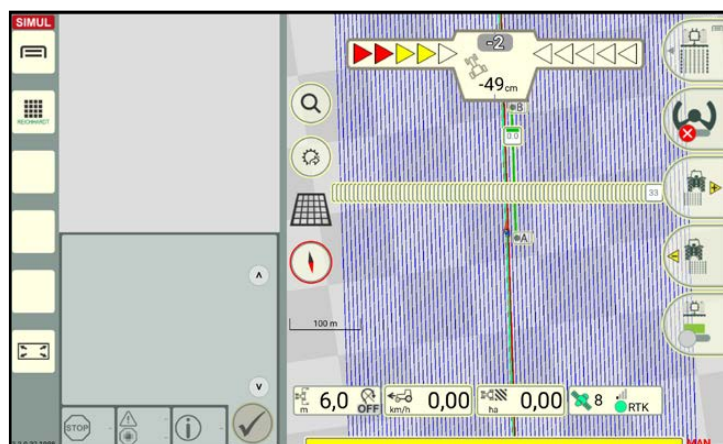

Abb. 96: Parallelspurmuster nach Beenden der Referenzspuraufzeichnung
Wurde die Abfrage zum Beenden der Spuraufzeichnung bestätigt, gelangen Sie automatisch in den Feldbearbeitungs-Modus (siehe Abb. 96).
- für die zuletzt angelegte Referenzspur ein Parallelspurmuster angelegt (siehe Abb. 96);